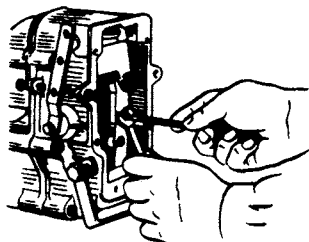

Рис. 64. Регулировка производи-
9.1. При номинальной частоте вращения 1030 об/мин , соответствующей максимальной мощности двигателя, средняя цикловая подача должна быть равна $93\text{—}97 \text{ мм}^3/\text{цикл}$ для двигателя ЯМЗ-240М2, $138\text{—}142 \text{ мм}^3/\text{цикл}$ для ЯМЗ-240НМ2, $117\text{—}121 \text{ мм}^3/\text{цикл}$ — для ЯМЗ-240ПМ2. Величина этой подачи регулируется винтом регулировки номинальной подачи (рис. 64). При ввертывании винта подача уменьшается, при вывертывании — увеличивается.